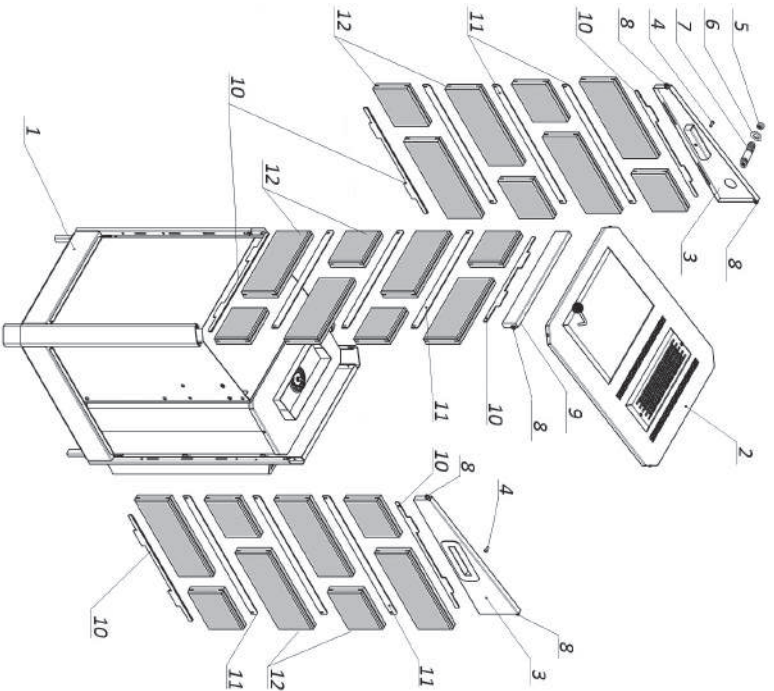
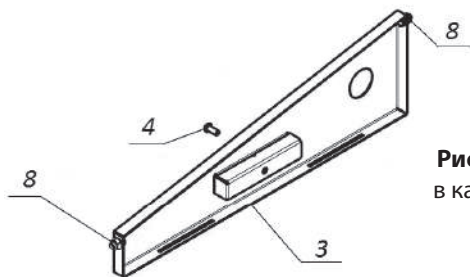

Рис. 9 Схема сборки каменной облицовки Паротермальной электрической печи «ПАРИЖАР-6,25 кВт». Облицовка печей другой мощности собирается по аналогии
Рис. 10 Боковая стенка корпуса ЭНУ в каменной облицовке (вид изнутри)
2.1.3.1 Внимание! Прежде чем устанавливать каменную облицовку необходимо подключить электрическую печь к электрической и водопроводной сетям выполнив пункты 2.1.1 и 2.1.2 данного Руководства. Установить печь на место её эксплуатации. Схема сборки каменной облицовки представлена на рис. 9.
2.1.3.2 Распаковать и рассортировать по длинам каменные плитки (поз. 12, рис. 9) и металлические вставки (поз. 10 и 11, рис. 9) на переднюю и боковые стенки ЭНУ.
2.1.3.3 Снять верхнюю крышку (поз. 2, рис. 9). Для этого открутить 4 самонарезных винта на угловых торцах крышки. Отвернуть пробку (поз. 5, рис. 9) и декоративную гайку (поз. 6, рис. 9), после этого выкрутить шутицер отбора пара (поз. 7, рис. 9). Выкрутить из боковых ручек винты (поз. 4, рис. 9, рис. 10). Во внутренней полости уголков корпуса ЭНУ ослабить гайки крепления (поз. 8, рис. 9, рис. 10) передней (поз. 9, рис. 9) и боковых (поз. 3, рис. 9, рис. 10) стенок. Потянув вверх снять боковые и переднюю стенки.
2.1.3.4 Установить металлические вставки с выступами (поз. 10, рис. 9) на панели основания (поз. 1, рис. 9) совместив выступающие части планок с вырезами в панелях. Установить каменные плитки (поз. 12, рис. 9) первого ряда со всех трёх сторон, надев плитку прорезью на вставку (поз. 10, рис. 9). В прорези установленных плиток вложить металлические вставки (поз. 11, рис. 9) и установить второй ряд плиток. Следующие ряды каменных плиток устанавливаются аналогично. После установки последнего (верхнего) ряда плиток в их прорези укладываются металлические вставки с выступами (поз. 10, рис. 9). Схемы установки декоративных, каменных плит показаны на рисунке 11.
2.1.3.5 Установить боковые (поз. 3, рис. 9, рис. 10) и переднюю (поз. 9, рис. 9) стенку совместив выступы металлических вставок (поз. 10, рис. 9) с прорезями в нижних гранях стенок. Затянуть гайки крепления (поз. 8, рис. 9, рис. 10). Завернуть винты (поз. 4, рис. 9, рис. 10) в ручки боковых стенок.
2.1.3.6 Используя ленту Фум ввернуть в парогенератор штуцер отбора пара (поз. 7, рис. 9). На штуцер установить декоративную гайку (поз. 6, рис. 9), после этого навернуть пробку (поз. 5, рис. 9).
2.1.3.7 Установить и закрепить саморезами верхнюю крышку (поз. 2, рис. 9).